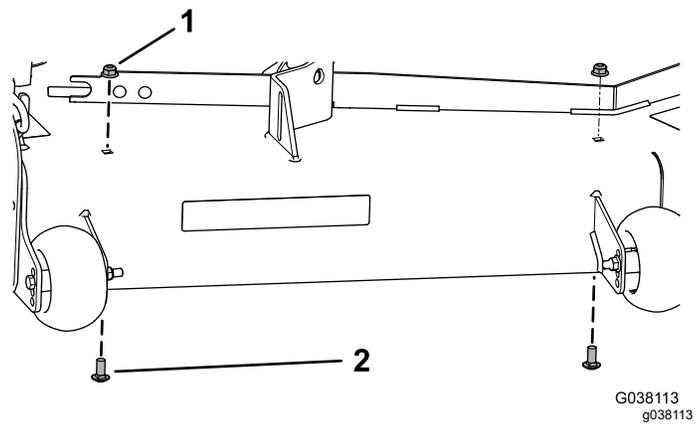

Figura 34
1. Retire las 2 tuercas con arandela prensada existentes ($\frac{3}{8}$ ") y 2 pernos de cuello cuadrado ($\frac{3}{8}$ " x $\frac{7}{8}$ ") de la carcasa de corte (Figura 34).